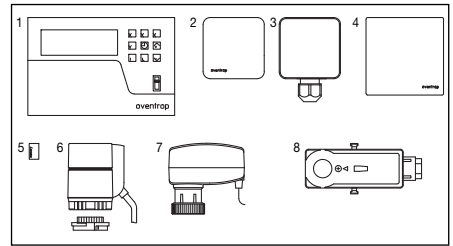

Abb. 5.2 Vorlauftemperaturregelsatz (optional)
Das Anfahren der jeweiligen Ventiltellerstellung am Dreiwegeventil erfolgt mit Hilfe des elektromotorischen Stellantriebes 24 V (0 - 10 V) aus dem optional erhältlichen Vorlauftemperaturregelsatz (Art. Nr. 115 20 20 Abb. 5.2) zum witterungsgeführten Heizen und Kühlen (siehe auch Abschnitt 8 Zubehör). Der Stellantrieb erhält dabei seine Signale von einem elektrischen Regler Heizen/Kühlen. Um eine Einbaulage senkrecht nach unten zu vermeiden, wird der Stellantrieb zusammen mit einem Winkeladapter auf das Dreiwegeventil montiert.
Die Installation der in dem Vorlaufftemperaturregelset enthaltenen Komponenten (siehe Abb. 5.2 und Abschnitt 8 Zubehör) nach den entsprechenden Einbauanleitungen durchführen.
- 115 20 20 Vorlaufftemperaturregelset (s. Abb. 5.2)